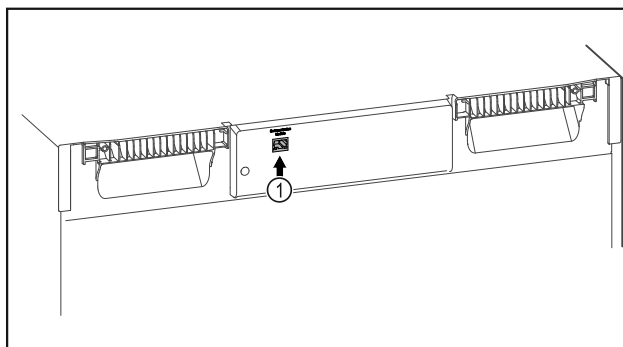

Fig. 140
- ☐ Le SmartModule Fig. 140 (1) est en place.